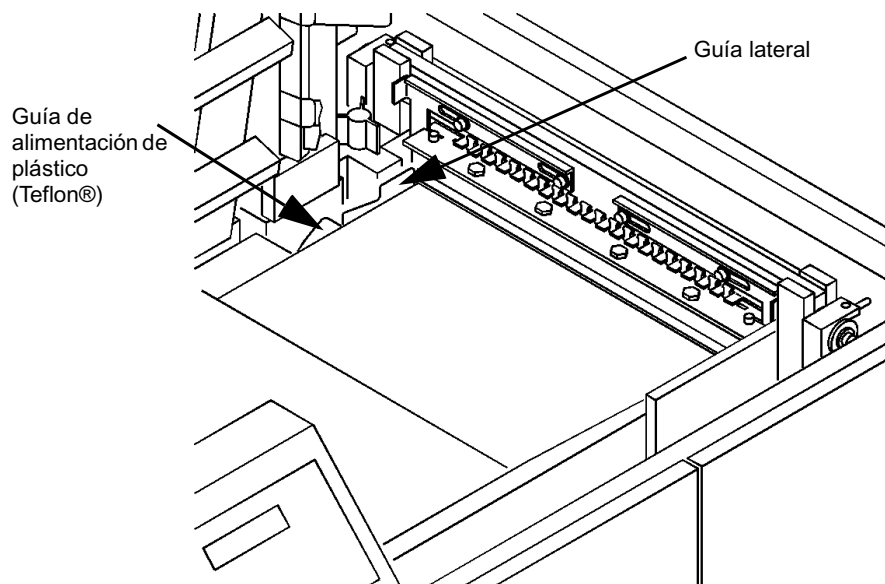

Figura 4-3: Guía lateral y guía de alimentación
- 5 Abra (levante) el conjunto de la banda de expulsión de hojas. Limpie las correas verdes bajo la banda, el reflector del sensor y el sensor (bajo el agujero en el plato de la base) con Alcohol Isopropileno y un paño limpio, libre de pelusas. Limpie la guía lateral y la guía de alimentación, tal como aparece en la figura 4-3. Revise que no haya acumulación de polvo de papel o tóner bajo el plato de la base.